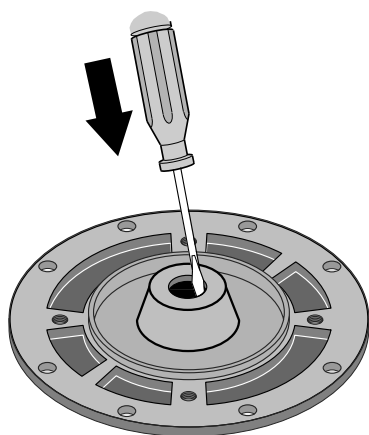

Figura 21 - Saque el sello
- Paso 5. Coloque la mitad de la placa selladora hacia abajo sobre una superficie plana y saque la mitad fija del sello (ver figura 21).